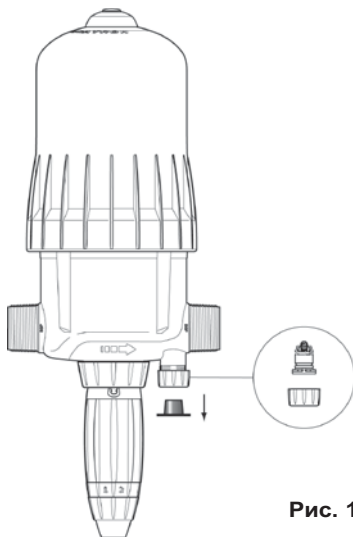

Рис. 11
- При случайной потере давления * он автоматически восстанавливает атмосферное давление в системе (Рис. 11). Его использование соответствует нормам действующих санитарных правил.